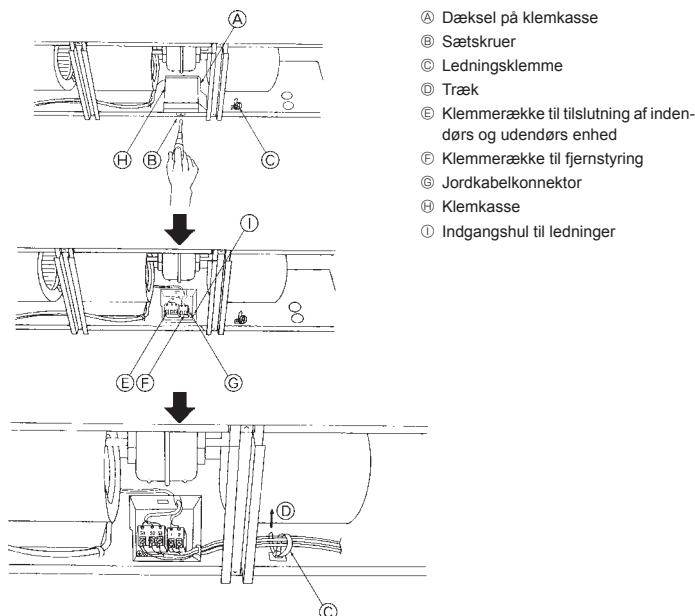

Fig. 6-1
- Sæt bånd ⑥, der leveres sammen med enheden, på drænslangen ⑤.
- Tilslut drænslangen ⑤ til drænhullet på enheden.
- Tilslut drænrøret (VP 25/PVC-rør, O.D. ø32), som findes på stedet, til drænslangen ⑤.
- Tilspænd bånd ⑥ 2 steder.
- Pak den drænrørsafdekning ⑦, der leveres med enheden, omkring.
6.1. Elektrisk ledningsføring (Fig. 6-1)